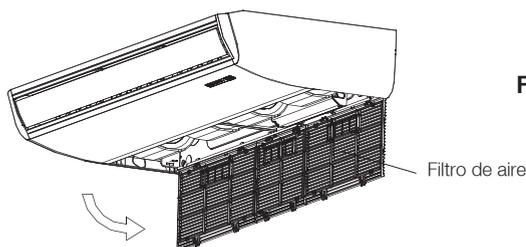

Fig.6-2
- Retirar el filtro de aire. (Véase Fig. 6-2 o 6-3, dependiendo de la unidad).
- Reinstalar el filtro de aire en orden inverso a la Fig. 6-2 o 6-3.